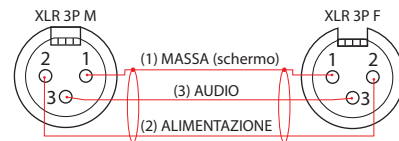
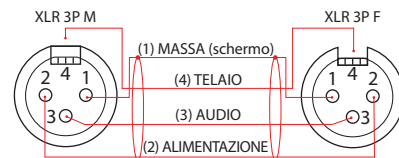

FIG. 02
FIG. 03
La caratteristica fondamentale è il collegamento, basato su cavi standard microfonici XLR 3 poli (2 conduttori + schermo). Un conduttore (pin 3) porta il segnale audio, il secondo conduttore (pin 2) porta l'alimentazione (24 ÷ 30 V c.c.) alle stazioni sulla linea, lo schermo (pin 1) porta la massa comune. [Fig.02]
È possibile utilizzare cavo schermato microfonico standard a 2 conduttori + schermo [Fig.02]. Per collegamenti molto lunghi si consiglia l'uso di cavi a 3 conduttori + schermo, di sezione almeno 0.18 mmq, collegando anche il telaio (carcassa) dei connettori XLR (13). La lunghezza massima del collegamento può superare i 500 m, avendo cura di usare cavi di sezione elevata e con schermatura efficiente. [Fig.03]